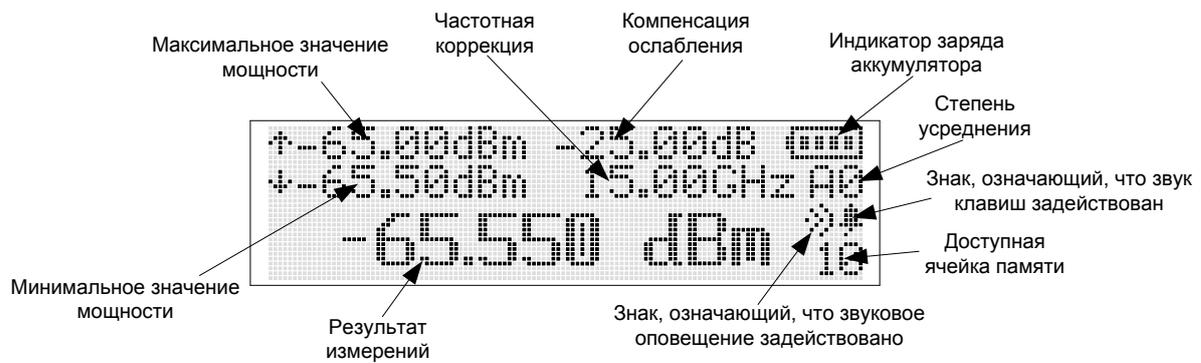

Рисунок 4.2 – Вид окна индикатора в режиме измерений
– последовательно нажимая клавиши «▲», («▼») или «◀», («▶»), изменить установленное значение частоты до требуемой величины, если данным клавишам задана функция изменения параметра «частотная коррекция» (4.3.1). При этом значение частоты, отображаемое на экране индикатора («Частотная коррекция», рисунок 4.2) должно изменяться с установленным шагом. Установка шага изменения частоты осуществляется в пункте меню «Частотная корр-я» в режиме значений путем установления курсора под требуемым разрядом значения в ГГц.
– последовательно нажимая клавиши «▲», («▼») или «◀», («▶»), изменить установленное значение ослабления до требуемой величины, если данным клавишам задана функция изменения параметра «компенсация ослабления» (4.3.1). При этом значение ослабления, отображаемое на экране индикатора («Компенсация ослабления»), рисунок 4.2) должно изменяться с установленным шагом. Установка шага изменения частоты осуществляется в пункте меню «Компенс. ослабл.» в режиме значений путем установления курсора под требуемым разрядом значения в дБ.
При выборе режима измерений относительно значения из ячейки памяти, на индикаторе будет отображаться результат отношения текущего уровня мощности к значению, сохраненному в ячейке памяти, номер которой отображен в правом нижнем углу индикатора (рисунок 4.2). Выбор сохраненного значения из требуемой ячейки памяти проводят в соответствии с 4.3.7.
На индикаторе усреднение отображается в правом верхнем углу в виде символа “А n”, где “А” означает усреднение (averaging), n – степень усреднения. Символ “AA” означает, что текущая степень усреднения 10 или А, в шестнадцатеричной системе счисления. При установке автоматического усреднения («Меню > Усреднение > Авто») степень усреднения n на индикаторе в режиме измерений (рисунок 4.2) будет принимать значения 1,2,..,9, А в зависимости от уровня мощности на входе СВЧ согласно таблице 4.2.